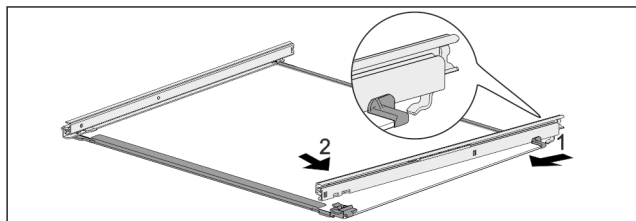

Fig. 140 Ripiano in vetro con guide
- ▶ Agganciare la guida sul lato posteriore. Fig. 140 (1)
- ▶ Innestare la guida sul lato anteriore. Fig. 140 (2)